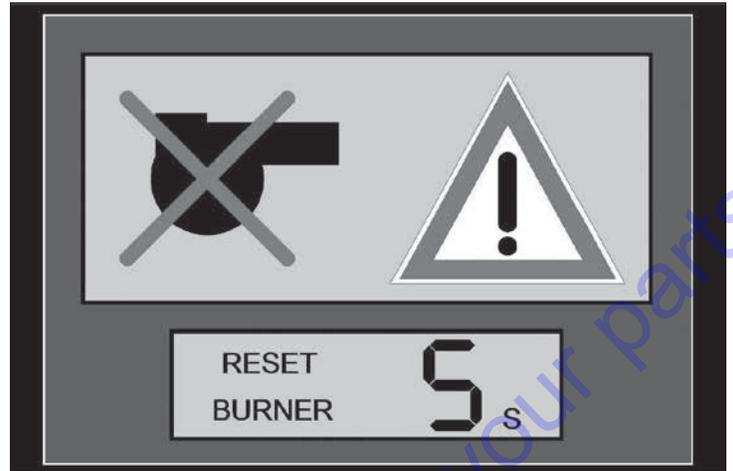

Figura 36
1. El proceso de arranque finalizará y el módulo de control mostrará la falla que se indica en la Figura 36.